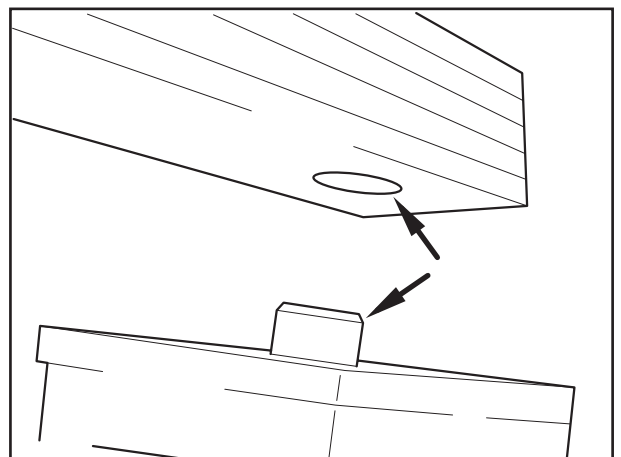

Fig. 3
- [9] Achse unfallsicher auf Rangierheber (Hubwagen) legen, unter die Blattfedern fahren und so weit anheben, bis der Zapfen am Achslappen in die Fixierbohrung der Blattfeder eingreift (Fig. 3/ Pfeile).
- [9] Place axle on a trolley jack to prevent accidents, position it below the leaf springs and raise sufficiently until the pin of the axle plate engages in the locating hole of the leaf spring (Fig. 3/ arrows)
- [9] Poser l'essieu sur le chariot élévateur (prévenir tout risque d'accident), le rouler sous les ressorts à lames et le soulever jusqu'à ce que les chevilles viennent s'insérer dans l'orifice de la lame de ressort (fig. 3/flèches).